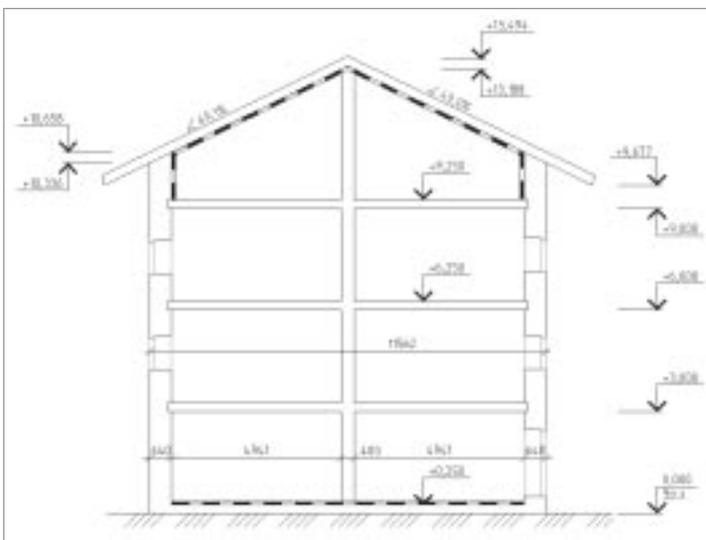

Рис. 5
- обозначение на чертеже ассоциативных высотных отметок и отметок на планах (рис. 5);